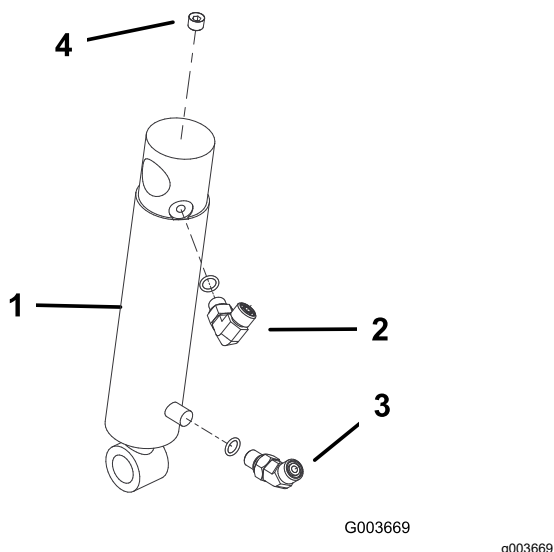

Рисунок 17
1. Вверните прямоугольный штуцер в верхнее отверстие в гидроцилиндре. Расположите штуцер, как показано на Рисунок 17.
2. Вверните 45°-градусный штуцер в нижнее отверстие в гидроцилиндре. Расположите штуцер, как показано на Рисунок 17.